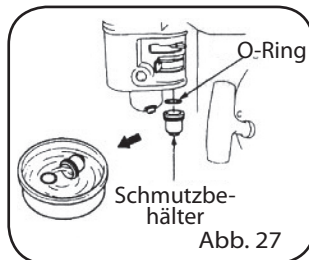

Abb. 27
3. WASCHEN DES SCHMUTZBEHÄLTERS (Abb. 27)